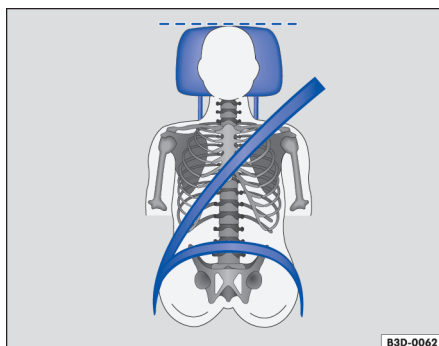

图 32 驾驶员头枕的正确位置
- 调节头枕, 使头枕的上沿与您的头顶等高, 不可低于眼睛, 头部尽可能贴近头枕。→ 图 32